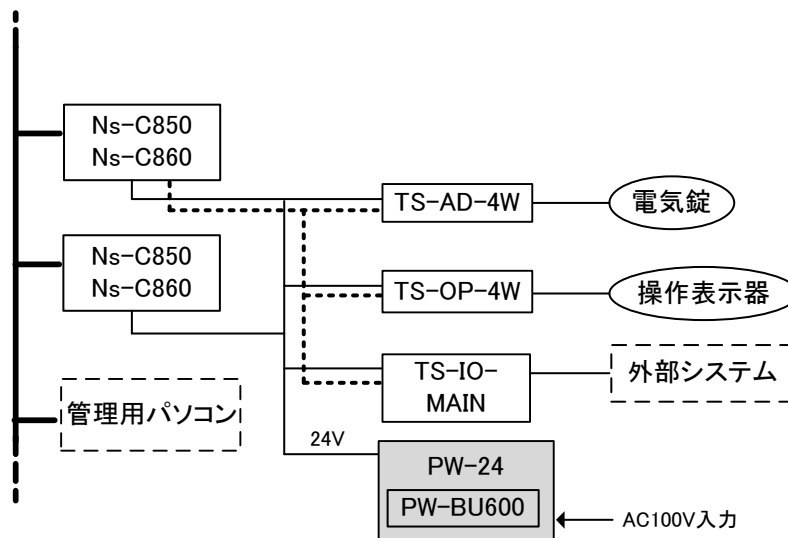

図1 システム構成
(1) 図1にNsシリーズで使用する場合のシステム構成図を示します。